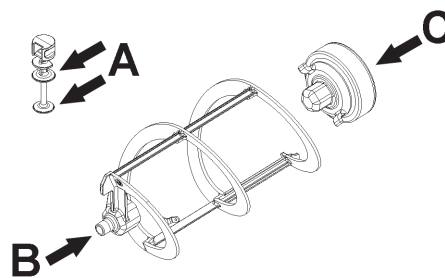
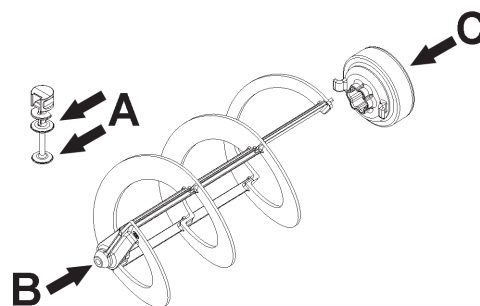

Bild 19
Bild 20
- 2** Den Kolben des Zapfhahns, den Sechskantanschluss und den Rührarm an den in (Bild 19) (NG6) o (Bild 20) (NG10) gezeigten Punkten schmieren, dabei ausschließlich das dem Gerät mitgelieferte Schmierfett oder andere Fette verwenden,